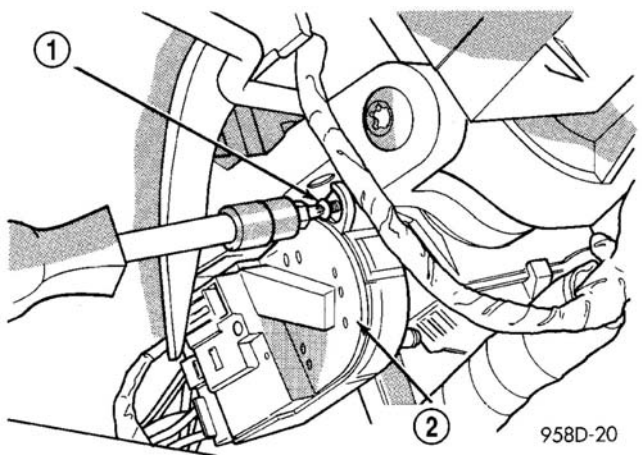
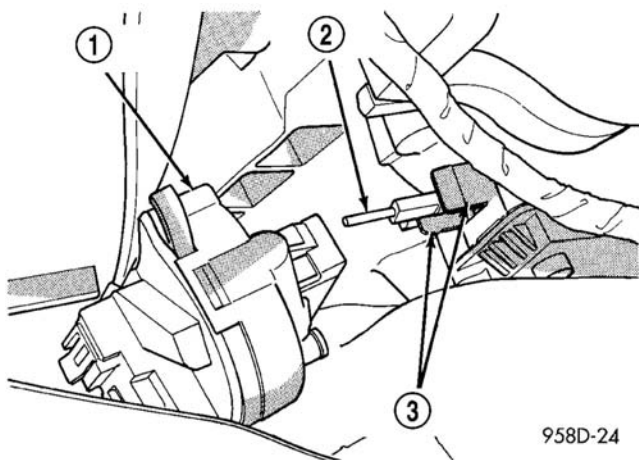

图 12 点火开关安装螺钉
图 16 点火开关安装
（6）用#10 Torx®防转头拆下点火开关安装螺钉（图12）。
(3) 小心安装点火开关。开关将结合在固定片上（图16）。安装固定螺钉（图12）。
(4) 安装上、下护套。
(5) 安装钥匙锁芯（在RUN位置才能按下锁芯固定片）。
(6) 将负极电缆连接到蓄电池上。